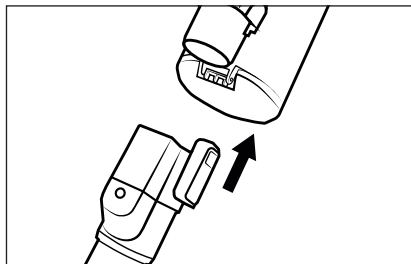

Fig. 1
- 1) Împingeți țeava de aspirare **24** în aparat până se aude un clic sonor și se fixează în poziție (a se vedea fig. 1).